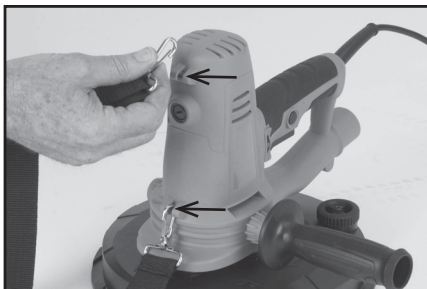

Abb. 2
- Befestigen Sie den Trageriemen am Hauptkörper der Maschine (falls erforderlich), indem Sie ihn an den dafür vorgesehenen Befestigungsstiften anklipsen. (Abb. 2)